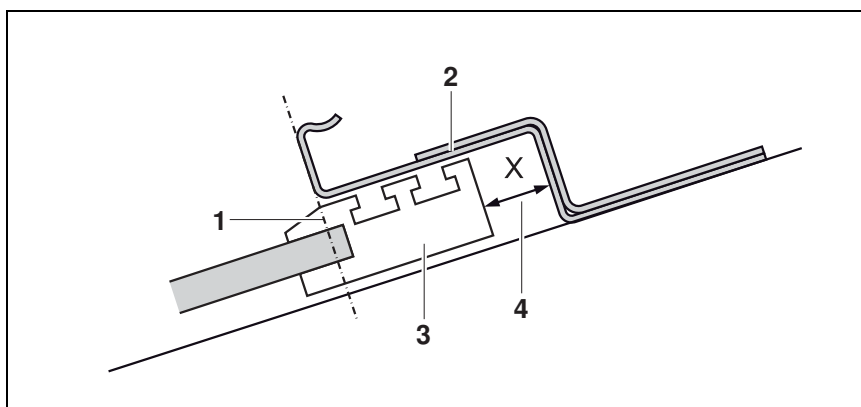

Figure 4-11: *Espacement de l'étrier de montage au module*
- ➔ Monter des rangées supplémentaires à un espacement  $x$  des modules (voir figure 4-11).